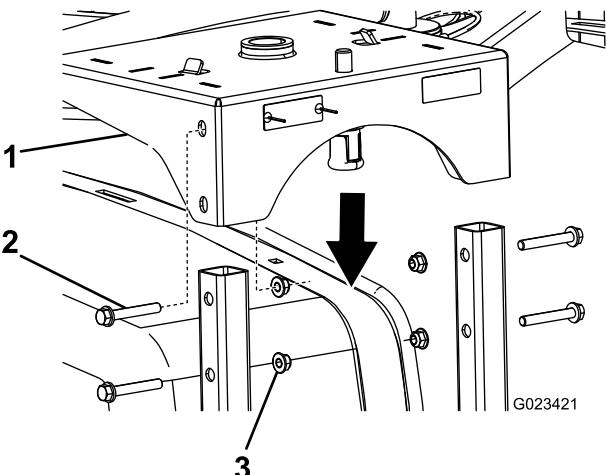

Figura 3
3. Baje la base del carrete de la manguera sobre los bastidores del carrete de la manguera, y sujetelos con 4 pernos largos (3/8") y 4 tuercas con arandela prensada (3/8"), según se muestra en Figura 3.